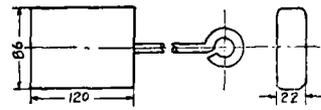

图 4
2. 初锻：将管料加热至 800°C 左右（为了减少烧损，不可太热），用图4所示之芯子垫住，按对称的